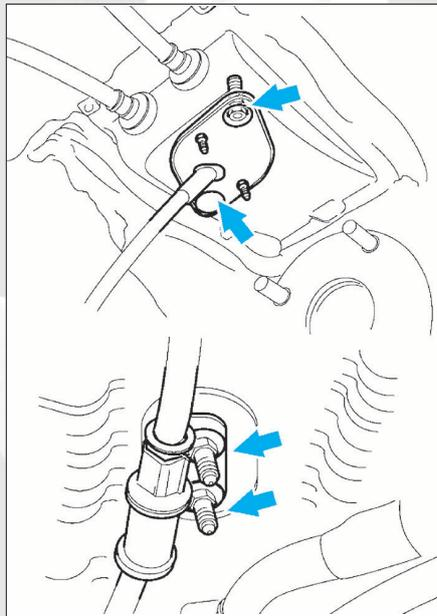

FIG. 23
- Déposer les 4 écrous et déposer l'ensemble de câble sélecteur (fig. 23).